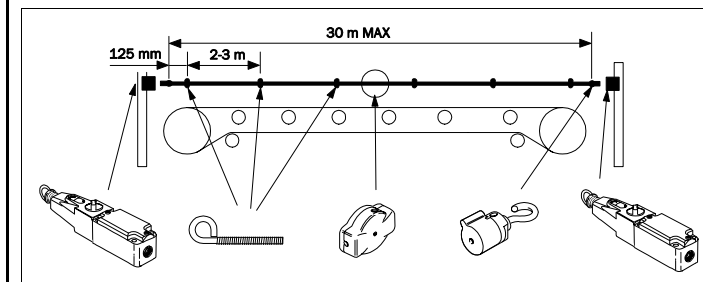

Fig. 2 : Montage du câble de commande
– Le premier et le dernier des pitons de guidage doivent être fixés à 125 mm de distance respective de l'interrupteur à câble et du ressort de tension (voir Fig. 2). Tous les autres pitons doivent être répartis avec un intervalle de 2 à 3 m.